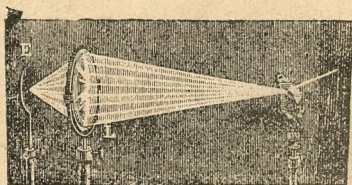

Fig. 133.—Síntesis de la luz blanca con una lente.
2.º Se hace caer el *haz coloreado* sobre una lente convergente (fig. 133); se nota que la imagen formada sobre una pantalla *E*, por la reunión de los colores del espectro, es una imagen blanca.